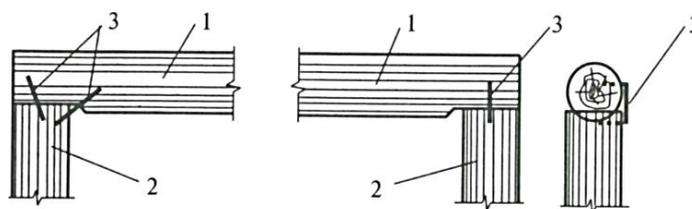

Рис. 3. Опирание деревянной балки на деревянные стойки:
**Задача 3.** Постройте расчетную схему для деревянной балки, опирающуюся на деревянные стойки и закрепленную с помощью стальных скоб (рис. 3)